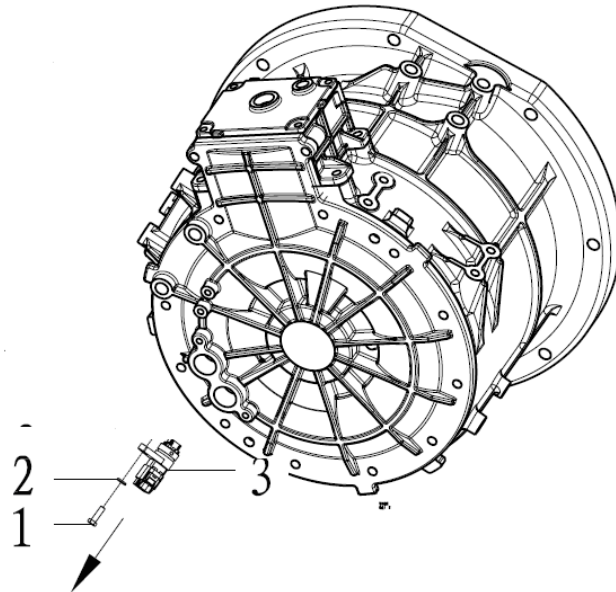

图26
- ① 用扳手将 M6\*20 六角头螺栓（1）扭下来。
- ② 将旋变接插件（3）取出来，斜口钳将旋变接插件中间部分取下。
- ③ 取新的旋变接插件连上旋变引线端插件，在旋变接插件装配面涂上一层润滑油，箱体配合孔也涂上一层润滑油。再将旋变接插件插入后箱体配合孔内。最后将 M6\*20 六角头螺栓（1）带平垫圈（2）扭上，扭力为  $12\text{ N}\cdot\text{m}$ 。（见图 26）